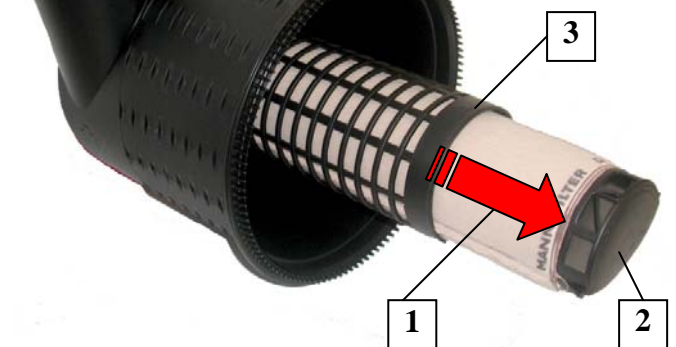

Fig. 10 Extraction de l'élément secondaire (modèle A)
- Saisir l'élément secondaire (1) par la poignée encastrée (2) et l'extraire de l'intérieur du tube support (3) fixé au corps (voir Fig. 10).